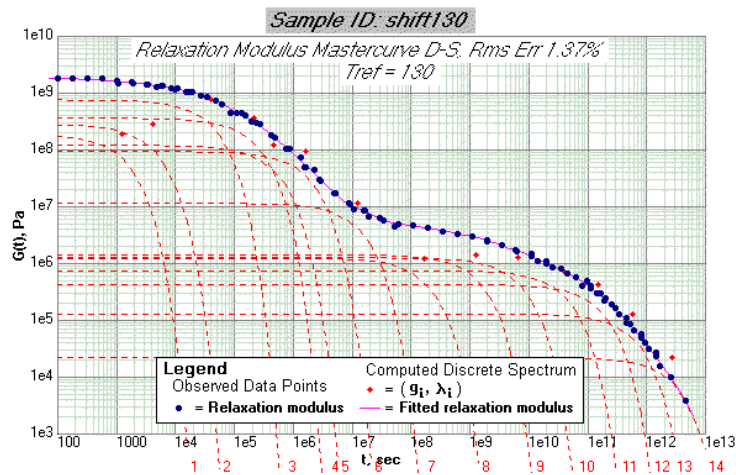

Figura 2: Curva-mestra do módulo de relaxação do Policarbonato na temperatura de referência de 130°C.
2. A Figura 2 apresenta a curva-mestra para o módulo de relaxação de um Policarbonato na temperatura de referência de 130°C. Considere que a temperatura de referência é T_g deste polímero e suponha que um cilindro do material com dimensões iniciais de 25,4mm de diâmetro externo, 12,7mm de diâmetro interno e 50mm de altura será comprimido tal que seu comprimento diminua para 49,8 mm. Suponha que este cilindro será usado como separador de isolamento entre dois cabos elétricos em uma junta vedada a 75 °C e que o critério de segurança do dispositivo requer que esta junção seja reapertada quando a tensão mecânica for reduzida em 10% do valor inicial. Com base no exposto responda qual será o tempo esperado para executar esta operação de reaperto. Qual a recomendação que você dará ao engenheiro de manutenção responsável por este dispositivo.